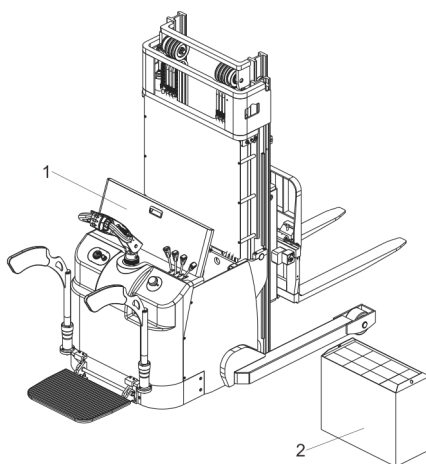

图 29 电池更换示意图
电瓶拆卸/安装步骤，如图 29：
- 图 29 中 2 位置显示车辆电池的当前电量，满格 ≥ 90%，四格 ≥ 80%，三格 ≥ 60%，二格 ≥ 40%，一格 ≥ 20%，显示空格 ≥ 0%；